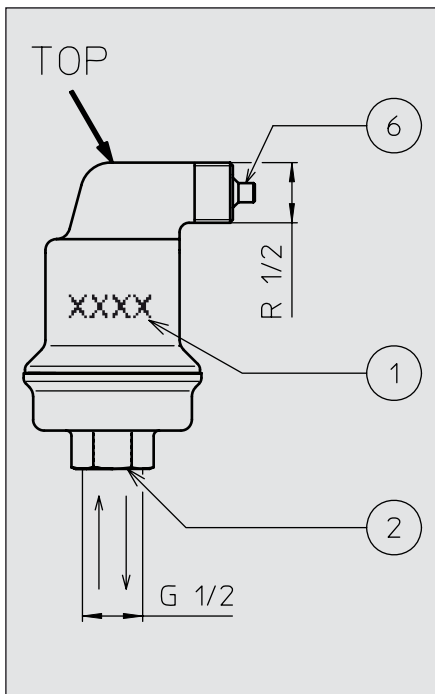

Fig. 1/ Kuva 1/ 图 1 / Σχήμα 1/ 1 ábra / 그림 1 / Rysunek 1 / Рисунок 1 / Slika 1 /
- Non ostruire la valvola di sfiato ⑥.
- Nella valvola di sfiato ⑥ può essere montato un tubo per condurre via l'aria rilasciata (che ha un cattivo odore). Una quantità eccessiva di impurità o di schiuma può provocare una perdita temporanea dalla valvola di aerazione ⑥.
- Pressione idraulica di prova massima consentita: 1,5 x massima pressione di esercizio (fig.1, ①).
- Se l'impianto è stato sottoposto a prova con aria compressa, la valvola di sfiato ⑥ deve essere temporaneamente chiuso con un tappo R½ (non in dotazione) ⑥. Attenzione: il tappo R½ deve essere smontato prima della consegna dell'impianto.
Deze voorschriften zijn geldig voor producten waarvan het artikelnummer begint met AB (fig. 1, ①), met uitzondering van ABS.
Druk- en temperatuurbereik (fig. 1, ①)
- Zorg ervoor dat het ontluichtingsventiel ⑥ altijd vrij blijft.
- Aan het ontluichtingsventiel ⑥ kan een slang worden gemonteerd om de vrijgekomen (geurende) lucht weg te leiden. De overmatige aanwezigheid van vuildeeltjes of schuimvorming kan leiden tot een tijdelijke lekkage van het ontluichtingsventiel ⑥.
- Maximaal toelaatbare hydraulische afpersdruk: 1,5 x maximale werkdruk (zie fig. 1, ①).
- Indien de installatie met lucht wordt afgeperst moet het ontluichtingsventiel ⑥ tijdelijk worden afgedopt met een dop R $\frac{1}{2}$ (niet meegeleverd). Let op: dop R $\frac{1}{2}$ verwijderen alvorens de installatie in bedrijf te nemen.
Disse instruksjonene gjelder for produkttyper som begynner med AB, unntatt ABS (fig. 1, ①).
Trykk og temperatur (fig. 1, ①)
- Ikke dekk til utløpsventilen ⑥.
- Du kan montere et rør på luftutslippet ⑥ for å lede bort luft som slippes ut (og lukter). Hvis det danner seg for mye skittpartikler eller skum, kan det oppstå en
- midlertidig lekkasje i lufteventilen ⑥.
- Maksimalt tillatt hydraulisk testtrykk: 1,5 x maksimalt arbeidstrykk (fig. 1, ①).
Niniejsza Instrukcja dotyczy modeli, których oznaczenia rozpoczynają się od AB, z wyjątkiem ABS (Rys. 1, ①).